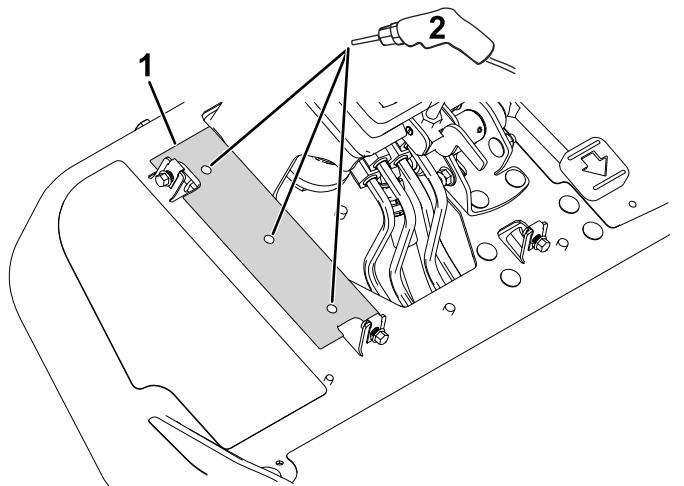

Figura 3
3. Allineate i contorni del modello per la perforazione del correntino ai contorni della piattaforma come illustrato nella **Figura 3**.
6. Allineate la staffa di supporto dello sterzo ai fori della piattaforma praticati in precedenza (illustrati in Figura 3).